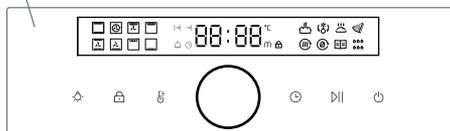

fig. 02
01. Panel de control (fig.02).